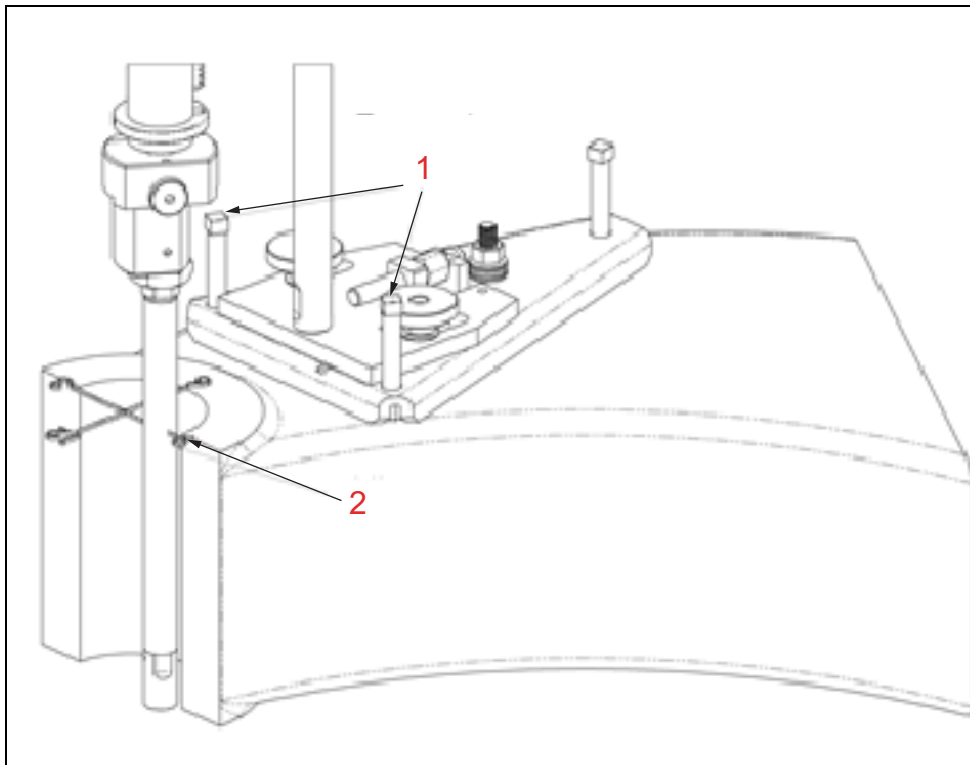

FIGURE 3-5. ALIGNEMENT À 9 HEURES
4. Ajustez les vérins à vis sans fin avant sur la base réglable (voir Figure 3-5) selon les besoins pour que l'extension soit parallèle à l'alésage.